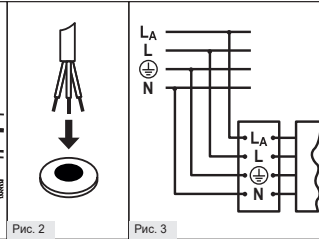

Рис. 2
1.4. Пропустите подготовленный кабель через отверстие в корпусе светильника (Рис. 2).